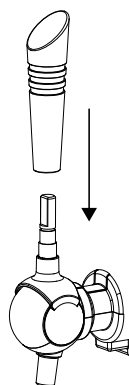

Fig.1
2. Fixez la poignée du robinet de soutirage sur le robinet de soutirage. Veillez à ce que la poignée soit bien fixée (fig. 1).